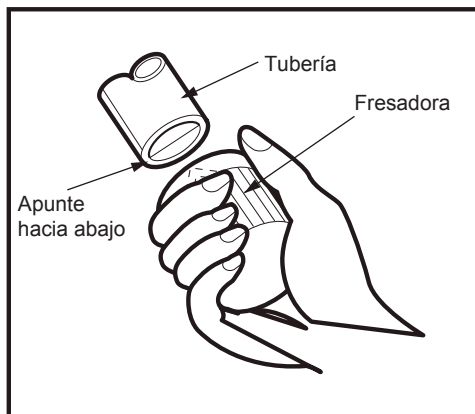

Fig. 5
- 3) Elimine las rebabas de los bordes cortados. Mantenga la salida de la tubería hacia abajo para evitar que el polvo del metal ingrese a la tubería (Fig. 5).